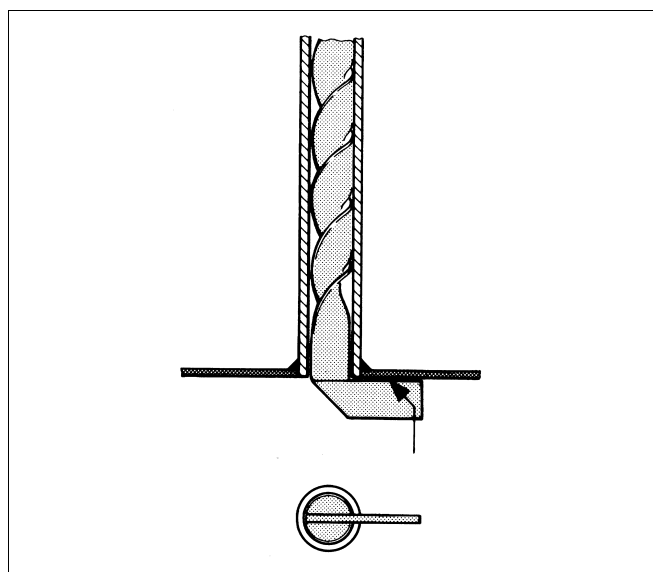

Fig. 22 Tablele spiralate
Înainte de închiderea ușii cazanului, verificați dacă tablele spiralate au fost poziționate corespunzător (fig. 22).
- Verificați dacă tablele spiralate au fost introduse corespunzător (fig. 22).